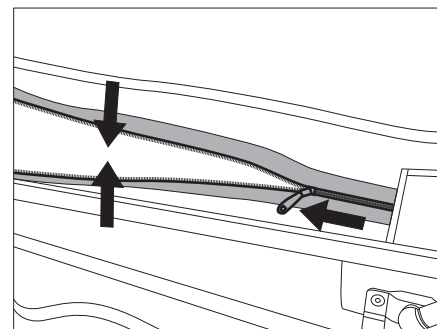

Figure 10 Soulager la fermeture éclair
- ▷ En fermant la fermeture éclair, tirer le toit relevable vers le bas afin que la fermeture ne soit pas sous tension (Figure 10).